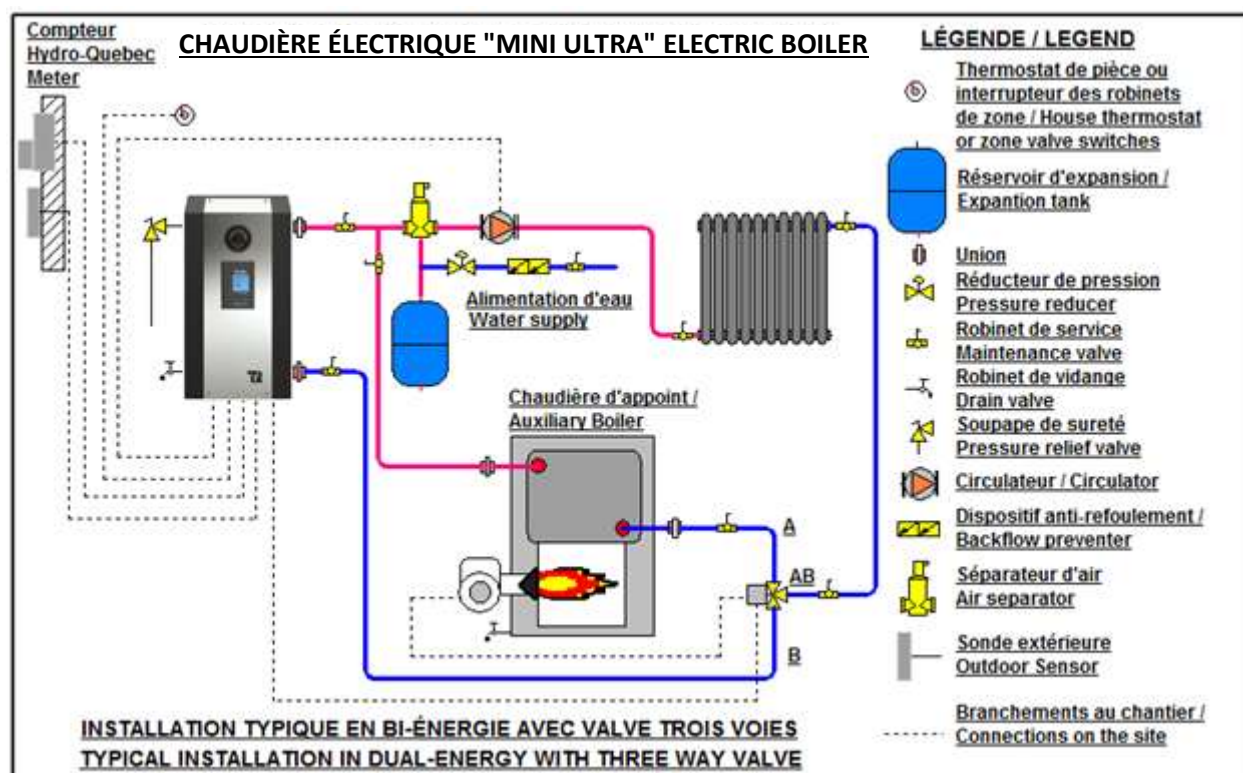

Figure 7 : Installation bi-energie avec valve 3 voies (modèles USA seulement)
- Si l'installation est telle qu'illustrée à la fig.7 donc sans valve trois voies :